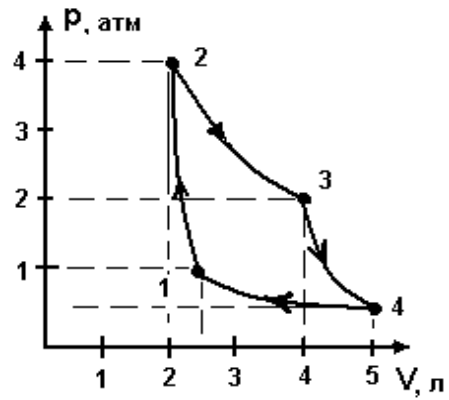

Рис. 35
2. Какой цикл изображен на рис. 35?
3. Найти КПД цикла (рис. 35).
5. Вычислить работу за цикл (рис. 35). Рабочее тело – воздух.